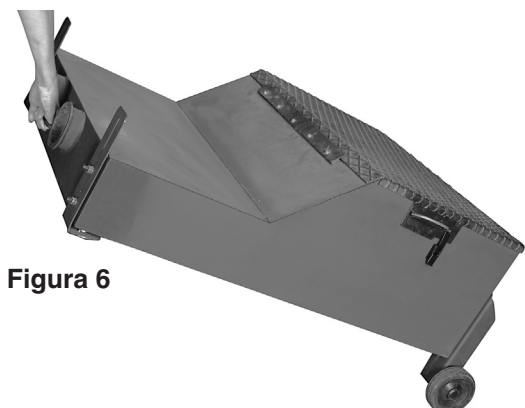

Figura 6
4. Se il cassetto delle ceneri è pieno: svitare gli anelli a stella (C), estrarre l'asta filettata e sfilare il cassetto delle ceneri dalla parte anteriore (Figura 6). Le ceneri possono essere portate in giardino o smaltite come rifiuti biologici.